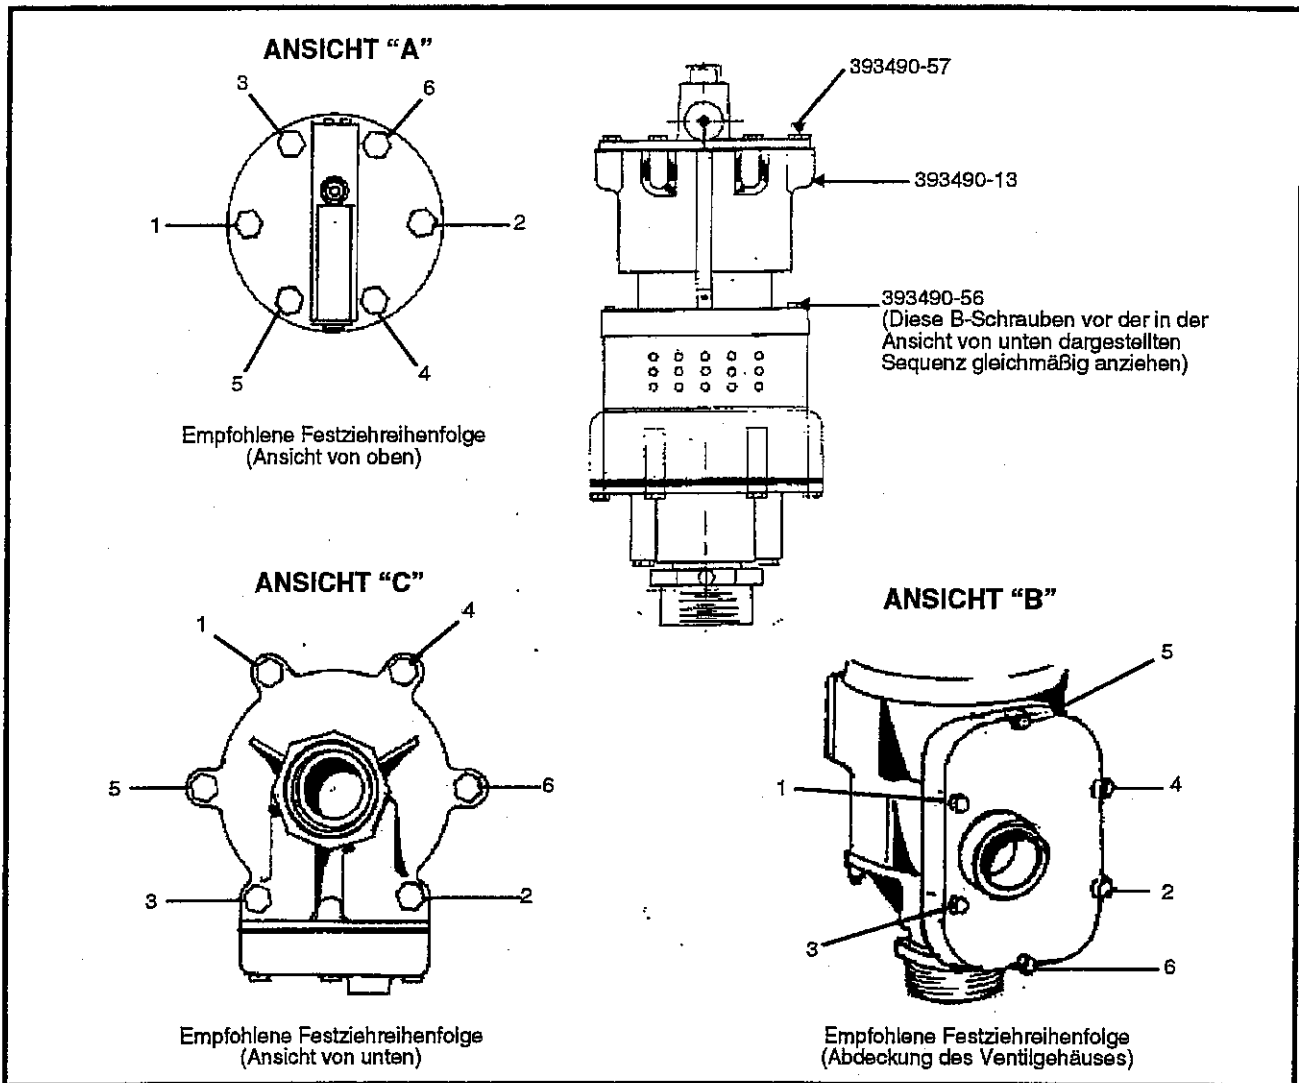

Abbildung 5: Festziehreihenfolge für die Pumpe
5. Entfernen Sie die sechs Schrauben 393490-57 (Abbildung 5), mit denen das Gehäuse 393490-1 des Steuerventils und die Dichtung 393490-12 an das Gehäuse 393490-13 des Luftmotors befestigt werden. Entfernen Sie das Gehäuse und die Dichtung.
HINWEIS: Die Schrauben müssen bei der Remontage gleichmäßig angezogen und anschließend der Reihe nach festgezogen werden, um sachgemäß mit der Dichtung abgedichtet zu werden (Abbildung 5, Ansicht A).
HINWEIS: Die Schrauben müssen bei der Remontage gleichmäßig angezogen und anschließend der Reihe nach festgezogen werden, um sachgemäß mit der Dichtung abgedichtet zu werden (Abbildung 5, Ansicht B).
HINWEIS: Die Schrauben müssen bei der Remontage gleichmäßig angezogen und anschließend der Reihe nach festgezogen werden, um sachgemäß mit der Dichtung abgedichtet zu werden (Abbildung 5, Ansicht C).
8. Entfernen Sie die acht Schrauben 393490-56, mit denen das Gehäuse 393490-13 des Luftmotors an das obere Pumpengehäuse befestigt wird (Abbildung 5).
- Beziehen Sie sich auf die Schritte 5 bis 7 sowie auf Abbildung 5 für die empfohlene Festziehreihenfolge.